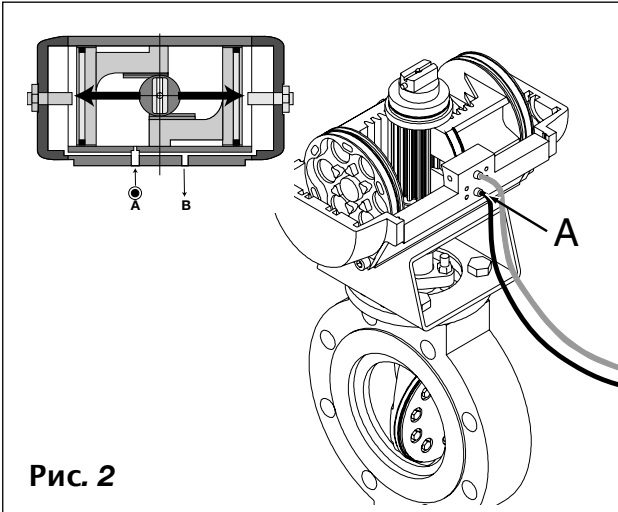

Рис. 2
- должно осуществляться в соответствии с компоновочной схемой (рис. 2 – 5).